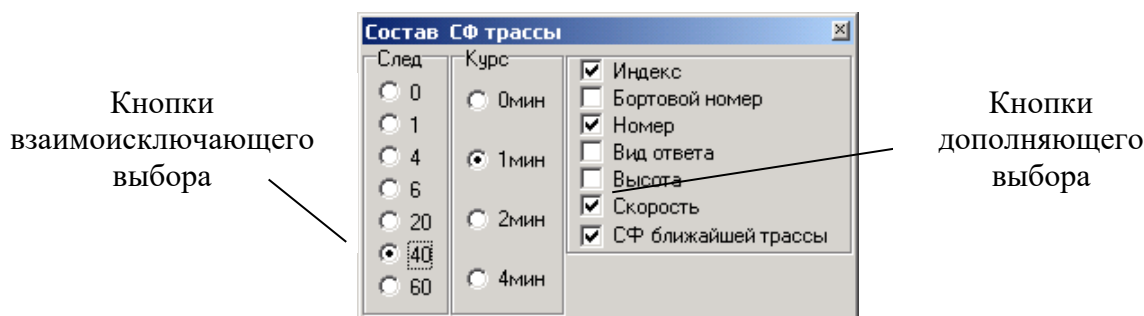

Рис. 3. Примеры отображения кнопок выбора
1. Кнопки (указатели) взаимоисключающего выбора в виде группы окружностей. В одной из окружностей отображается точка, которая свидетельствует о том, что именно эта кнопка включена. Щелчок по другой кнопке перемещает отображение точки в эту окружность, т. е. щелчком включается эта кнопка и выключаются все остальные. Пример таких кнопок приведен на рис. 3.
2. Кнопки (указатели) дополняющего выбора в виде группы квадратов. Эти кнопки используются для задания различных параметров или режимов работы. Если какие-либо кнопки из этой группы нажаты, то в квадрате кнопки отображается знак включения ✓. Щелчок по включенной кнопке означает ее выключение. В результате этого вид кнопки меняется с  на . Включение/выключение кнопок дополняющего выбора не влияет на состояние соседних кнопок. Пример таких кнопок приведен на рис. 3.